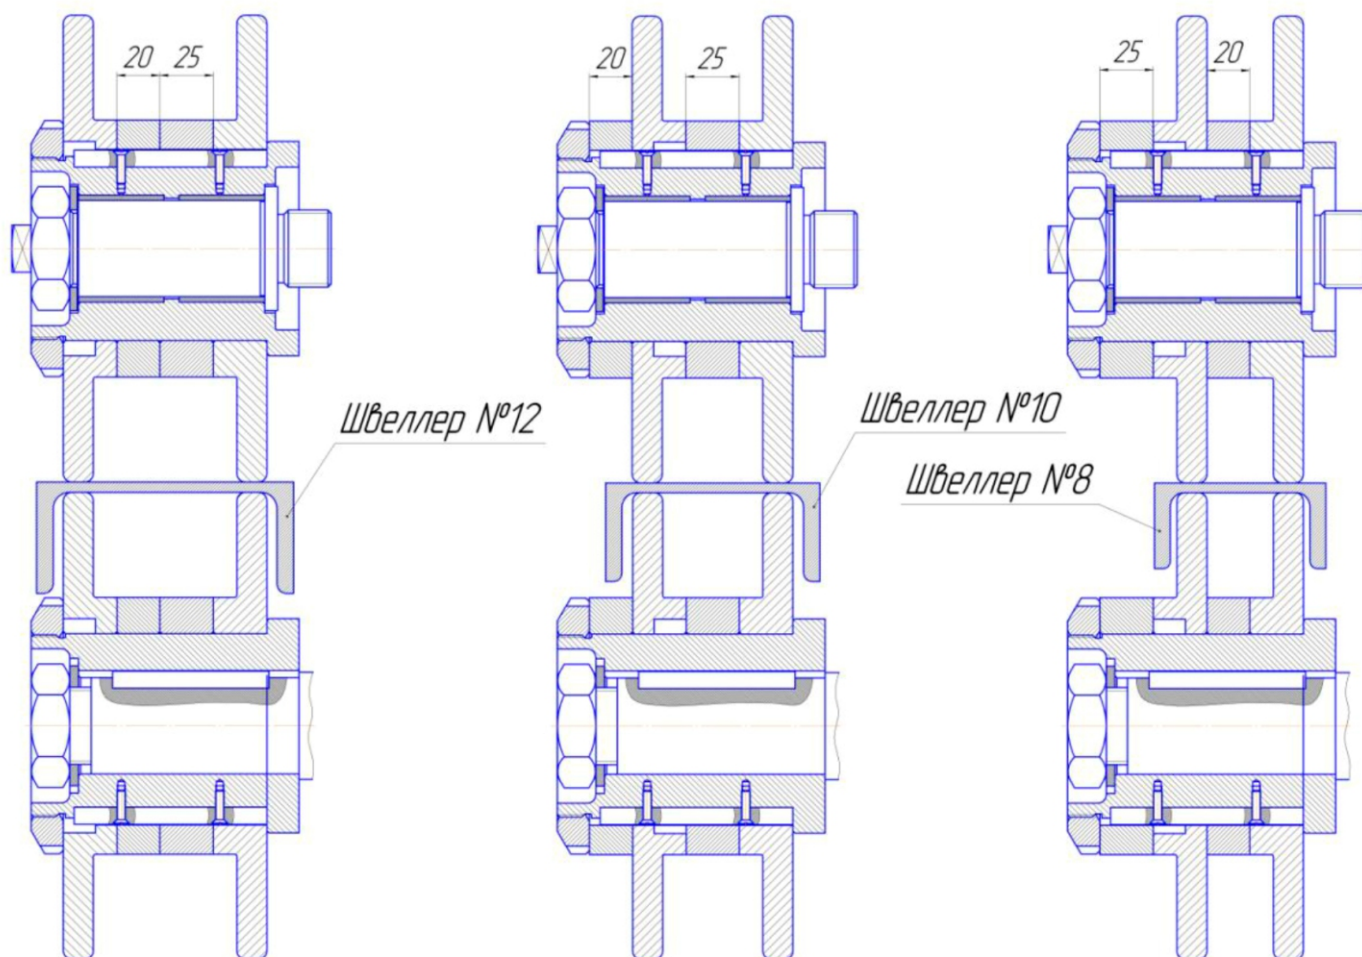

Рис.4
6.3.1. Собрать рабочие валки в соответствии с размерами швеллера (рис. 4).